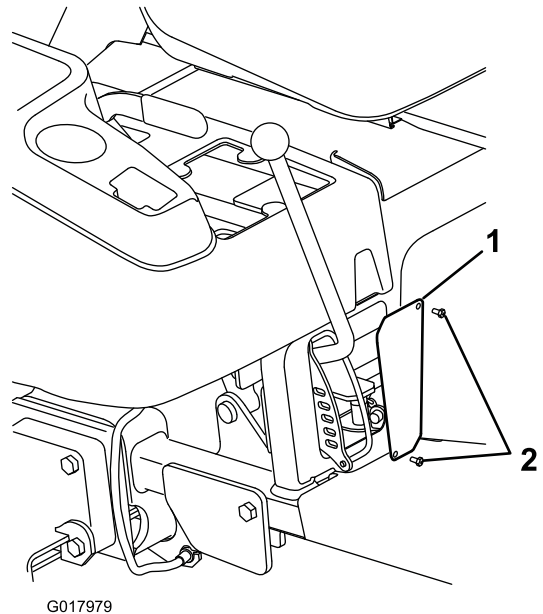

Bild 9
1. Befestigen Sie die neue Gitterplatte mit zwei Kopfschrauben (Nr. 10 x 1/2") **hinten** an der Rahmenöffnung (Bild 9).